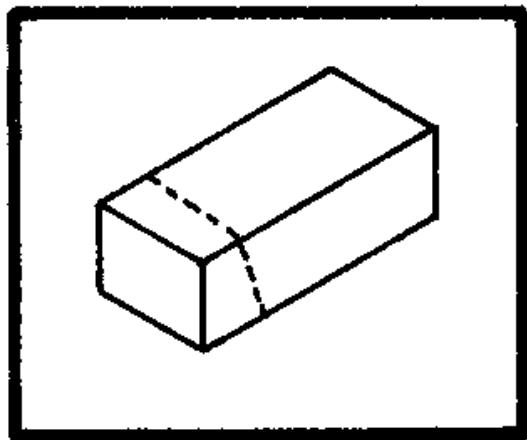

Fig. 15 - End Break
55. End los Descansos (Vea Fig. 15.) El movimiento